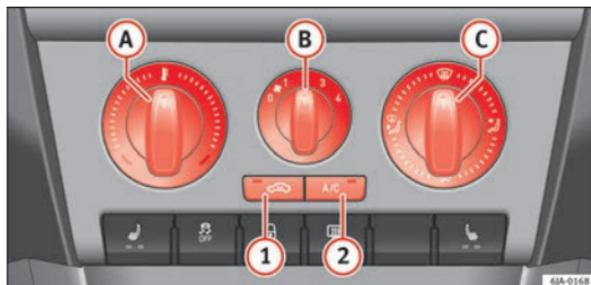

Fig. 98 Climatiseur : éléments de commande
Le système de refroidissement fonctionne uniquement si la touche **AC** ② ⇒ fig. 98 ⇒ page 137 est actionnée, et si les conditions suivantes sont réunies :
- La température augmente en tournant la commande **A** ⇒ fig. 98 vers la droite.
- Activez le ventilateur en tournant la commande **B** ⇒ fig. 98 vers les positions 1 à 4.
- En tournant la commande **C** ⇒ fig. 98 vous réglez l'arrivée d'air à travers les diffuseurs correspondants ⇒ page 134.
- Appuyez sur la touche **A/C** **2** ⇒ fig. 98 et le témoin de la touche s'allume.
- Commandes A ⇒ fig. 98 ⇒ page 137, B, C et touches ① et ②.
- Appuyez sur la touche  ① ⇒ fig. 98 ⇒ page 137 et le témoin de la touche s'allume.
- Appuyez de nouveau sur la touche  ① ⇒ fig. 98 ⇒ page 137 et le témoin de la touche s'éteint.
Si le régulateur de la répartition d'air  ⇒ fig. 98 ⇒ page 137 se trouve sur la position , le recyclage de l'air ambiant s'éteint automatiquement. Appuyez sur la touche  pour réactiver le recyclage de l'air ambiant sur cette position.